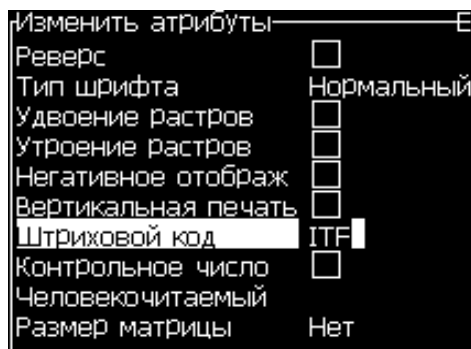

Рисунок 5-55: Выбор типа штрих-кода
- 2 Нажмите кнопку “F3” или “ALT + E”, и выберите функцию “In-line Attributes” (атрибуты на одной строке) для открытия окна “Editor Attributes” (редактор атрибутов) (смотрите Рисунок 5-55).